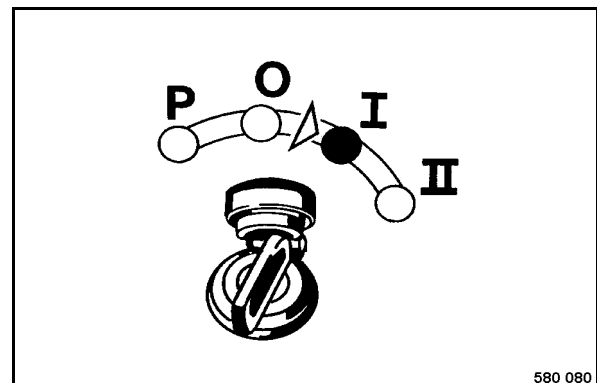

fig. 89
- Tourner la clé de contact (fig. 89) sur position "I".